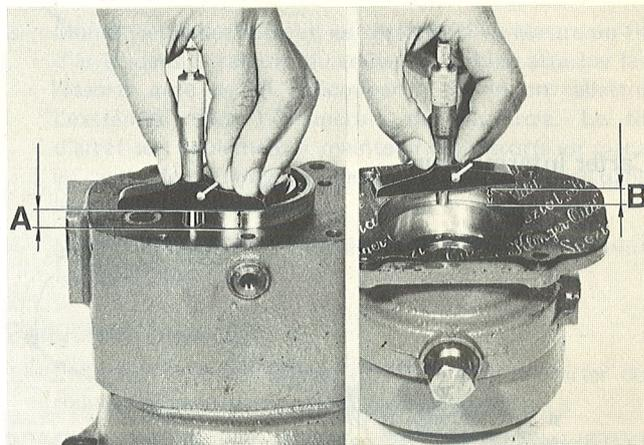

Figure 66.
- 4a. Mesurer sur le carter intermédiaire la distance de la bague extérieure de roulement au plan arrière du carter (A, figure 66).
- 4b. Mesurer la profondeur de l'échancrure correspondante sur le réducteur (B, figure 66).